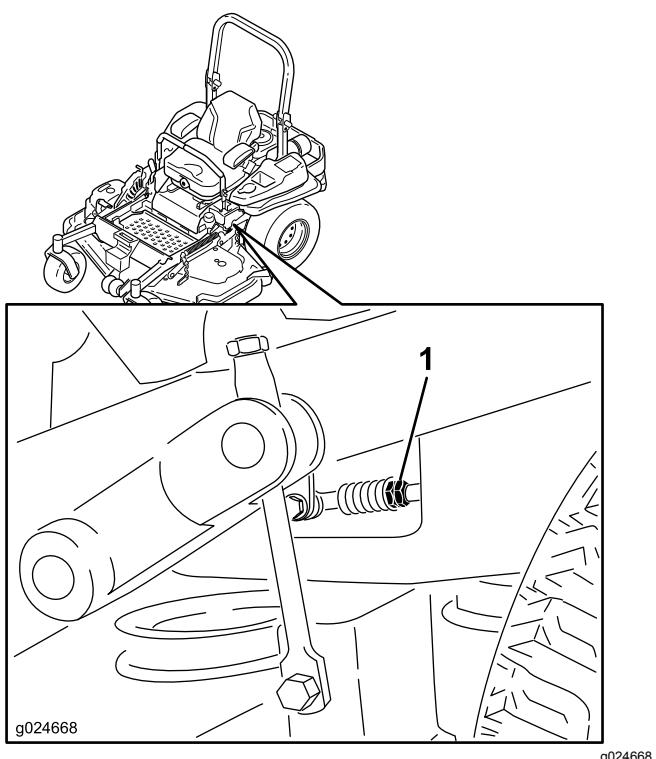

Figura 78
- Ajuste la longitud de las varillas de control de las bombas girando las tuercas dobles de la varilla en el sentido apropiado, hasta que las ruedas se muevan ligeramente en marcha atrás (Figura 78).